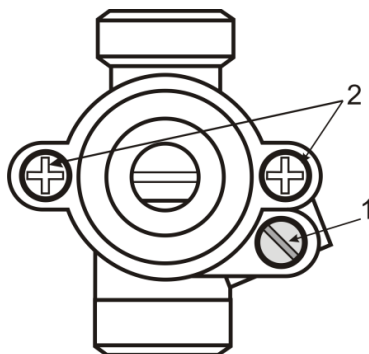

Рис.4. Кран горелки открытого пламени
- С помощью регулировочного винта 1 (рис.4) отрегулируйте подачу газа на горелку. При повороте винта по часовой стрелке – подача газа на горелку уменьшается, при повороте против хода часовой стрелки – увеличивается.